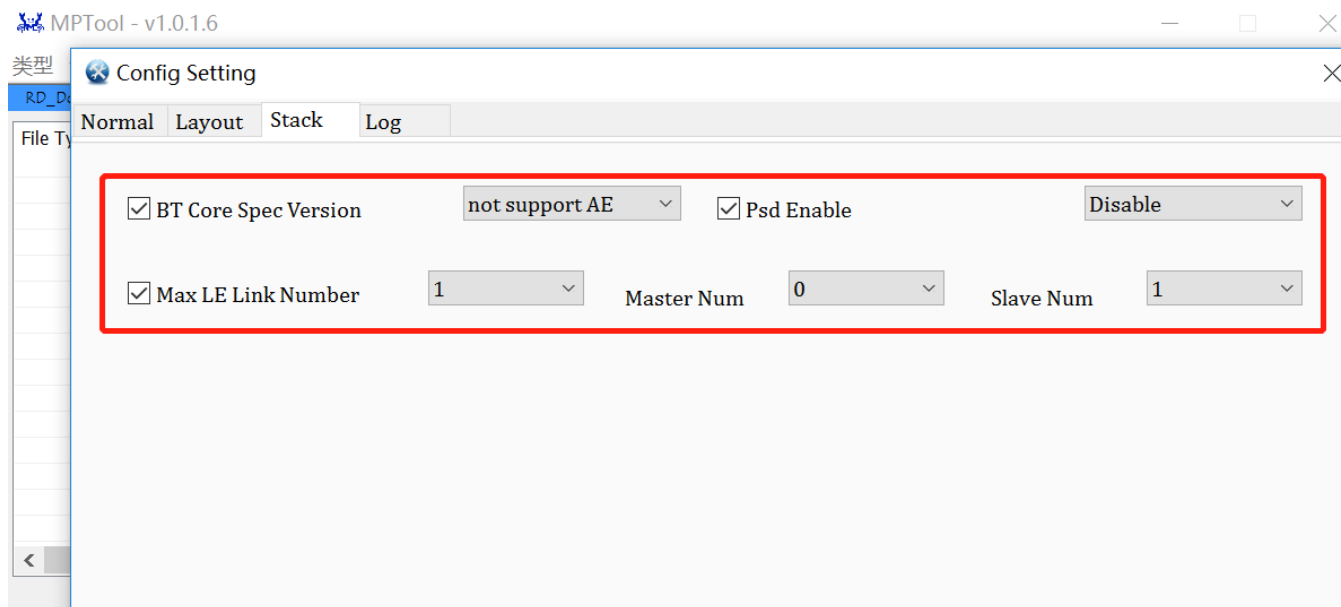

图 3-4 修改 config 参数以增大 APP 可用 RAM 的总大小
- 1) 设置蓝牙支持的最大链路数目为 1，同时关闭 AE 和 PSD 功能：通过 MPTool 中 Config Set 选项中的“stack”页面修改如图 3-4 配置可增加 3KB Data RAM Heap 和 1KB Buffer RAM Heap。因此，APP 开发可使用的 RAM 总大小增大到 95（Data RAM Global）+ 9（Data RAM Heap）+ 5（Buffer RAM Heap）+ 16（Cache share ram）= 125KB。